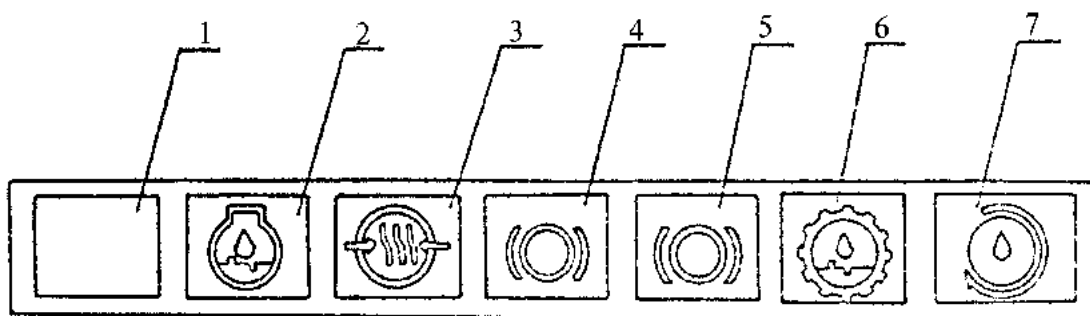

Рис. 3. Блок контрольных ламп (Блок А)
25. Блок контрольных ламп (блок А, рис. 3).